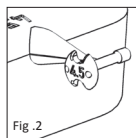

Fig. 2
■ **Fig. 1a, 1b/2** Il disco Sizer (Fig. 1a, 1b) per protesi totali è dotato di otto sizer singoli, di lunghezza diversa (3.0-7.0 mm), applicati in forma di satelliti. Sul retro di ogni sizer è indicata la lunghezza rispettiva (Fig. 2). Le cavità e i fori servono a ridurre il peso e anche a migliorare la visibilità durante la procedura di misurazione nell'orecchio medio.